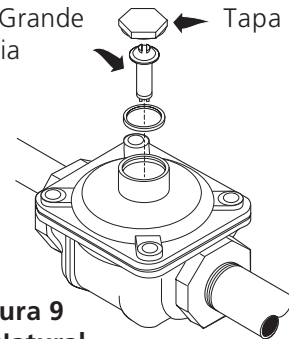

Figura 9
1. Para Convertir el regulador de presión de LP a Gas Natural, proceda de la siguiente manera (vea figura 9)